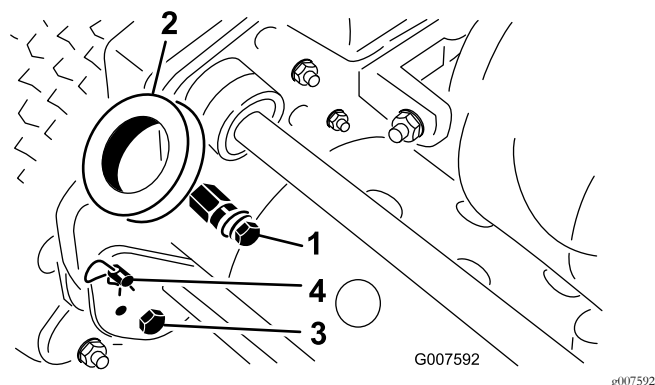

Рисунок 2
1. Снимите болты, контргайки и шайбы, которые крепят нижние концы рычагов рукоятки к боковым сторонам машины (Рисунок 2).
2. Снимите шплинты и пальцы фиксации кольца, которые крепят рычаги ручки к задней части рамы (Рисунок 2).
3. Вставьте концы ручки в отверстия в рычагах ручки и совместите отверстия с монтажными пальцами (Рисунок 2).
1. С каждой стороны машины извлеките игольчатый шплинт из пальца с кольцом (Рисунок 2).
2. Удерживая ручку, снимите пальцы фиксации кольца с каждой стороны и поднимите или опустите ручку в требуемое рабочее положение (Рисунок 2).